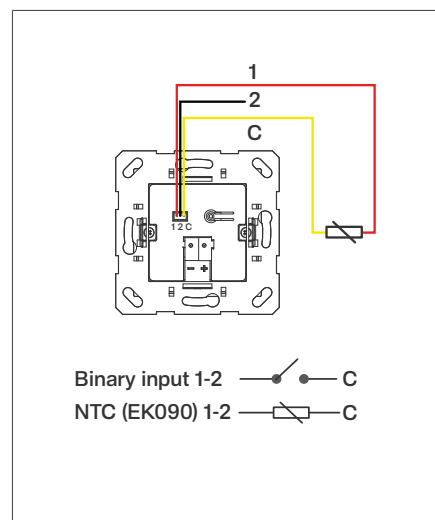

Fig. 6: Collegamento di ingressi binari
- 3 Far passare il cavo bus con il morsetto di giunzione attraverso la cornice di finitura e collegarlo al retro del dispositivo (Fig. 6).